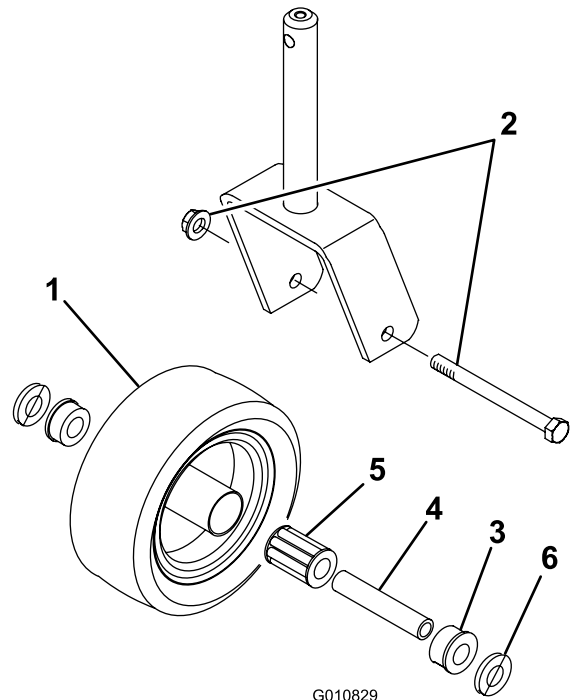

図 22
1. キャスタホイール・アセンブリをキャスタフォークに保持しているボルトからロックナットを外す（図 22）。
3. ホイールのハブからスパンナブッシュを取り出す（図 22）。
9. ハブの反対側でもブッシュを押し込んでハブの内部にベアリングを閉じ込める（図 22）。